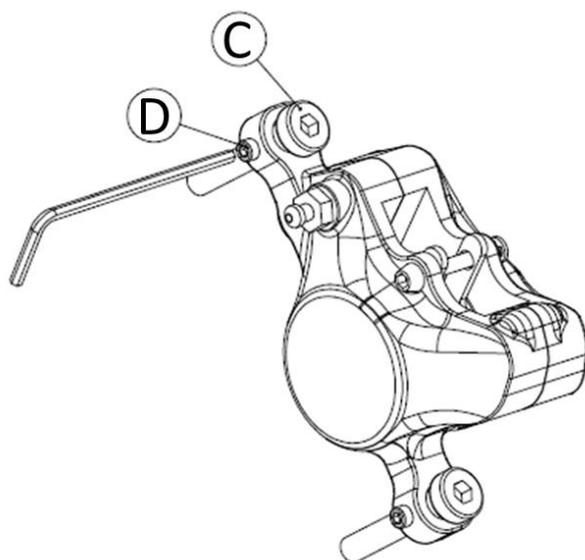

Figura 2: Serraggio grani di posizionamento pinza
- 7) Tenendo premuta la leva pompa, serrare a battuta sulle viti **C** i grani di centraggio **D**, posti lateralmente alla pinza come indicato in **Figura 2**, bloccandoli con la chiave 2mm per inserti esagonali, ad una coppia dinamometrica di 4 – 6 Nm±5%